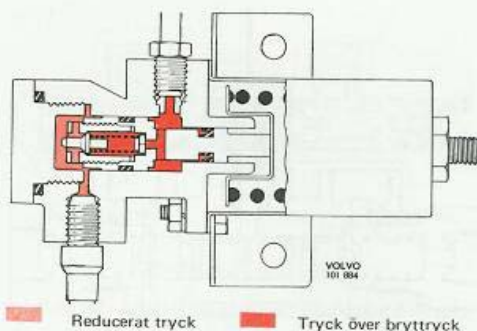

Bild 47. Reducering
När hydrauliska trycket närmar sig bryttrycket övervinns fjädertrycket och kolven (21) förskjuts åt höger. Genom tryck från den mindre fjädern (5) kan ventilen (4) därvid stänga förbindelsen mellan de båda cylindrarna och dela systemet i ett för framhjulen och ett för bakhjulet. Vid fortsatt tryckökning i huvudcylindern och framhjuls cylindrarna kommer hydrauliska kraften i cylindern (6) att förskjuta kolven åt vänster, ventilstängningen går mot sitt anslag och öppnar ventilen samt trycket i cylindern (3) ökar. Genom den större tryckytan i denna cylinder förskjuts kolven åt höger och ventilen stänger. På så sätt intar kolven ett balanserat läge och det från bromsventilen utgående trycket blir lägre än det ingående, se bild 47. Skillnaden i trycken bestäms av de olika areorna samt fjäderspänningen.